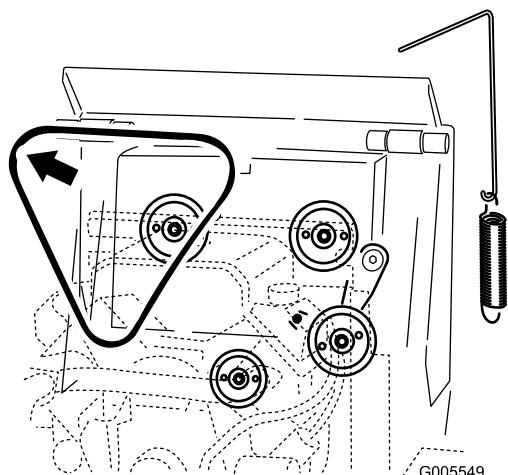

Figure 47
- 5. Enlevez la courroie des trois poulies (Figure 47).